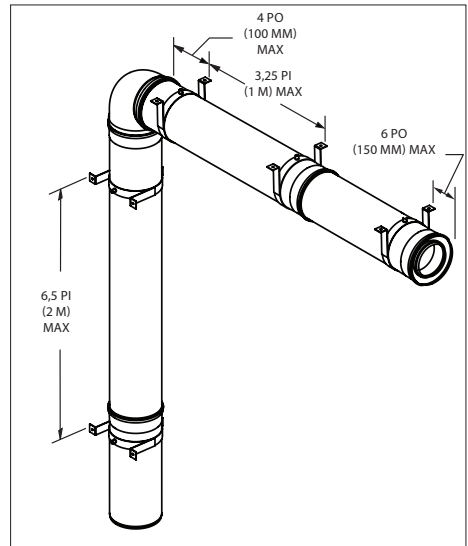

Figure 21
- Les sections verticales du système d'évacuation doivent être soutenues par des brides murales tous les 6,5 pi (2 m) ou moins. (**Fig.21**)